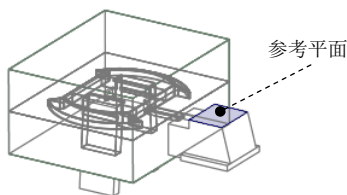

图 27.51 定义参考平面
Step5. 创建实体切削特征。单击 **模具** 功能选项卡 **形状** 区域中的  **拉伸** 按钮，此时系统弹出“拉伸”操控板；在操控板界面中按下  按钮；右击，从快捷菜单中选择 **定义内部草绘...** 命令。选择 MOLD_FRONT 基准平面为草绘平面，草绘平面的参考平面为图 27.51 所示的滑